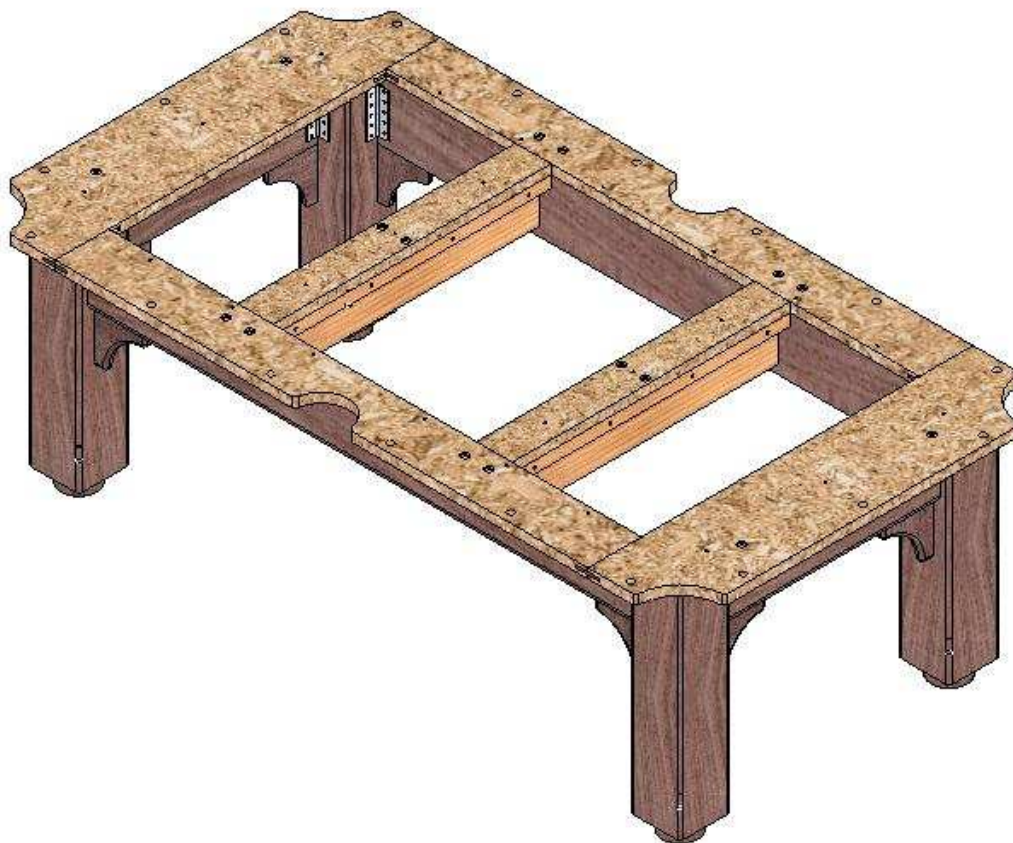

Рисунок 3.26
3. Уложите подложку, проверьте правильность ее положения на раме, проверьте диагонали рамы, они должны быть равными (рис.3.26).